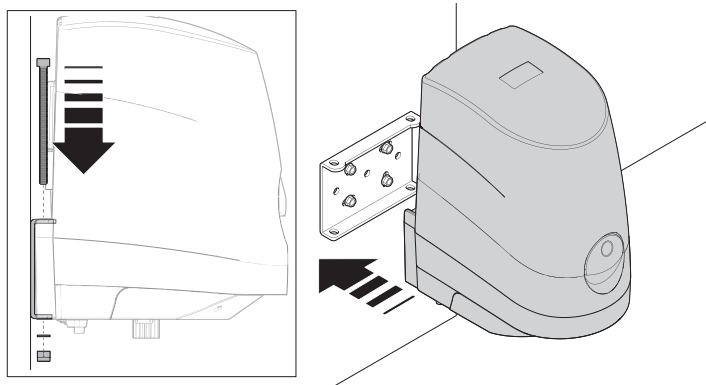

Fig. 7
01. Fissare il motoriduttore alla staffa come mostrato in **fig. 7** utilizzando le viti, le rondelle e i dadi in dotazione;